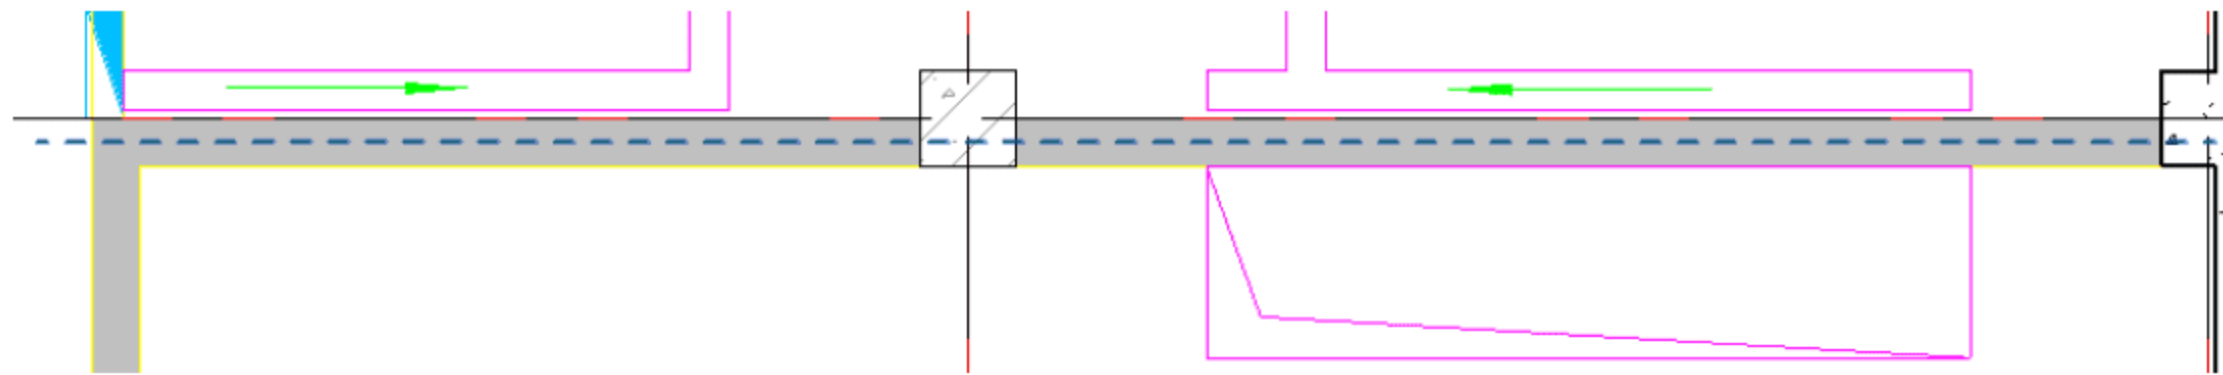

图 9.1.47 绘制辅助线
(20) 绘制辅助线。在绘图界面中，首先按快捷键 R+P，在导入的 CAD 底图中 300mm 内墙的中心处画出一条辅助线，如图 9.1.47 所示。